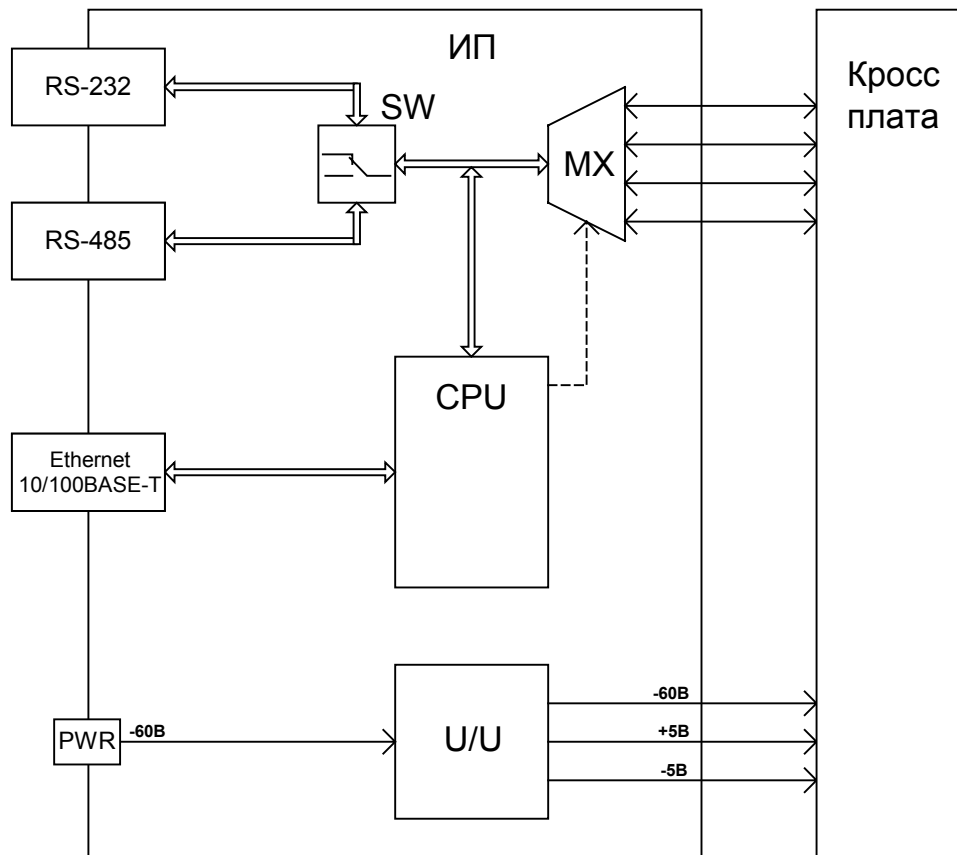

Рис. 2. Структурная схема платы ИП
4.6 Структурная схема платы ИП представлена на рис. 2.
4.8.1 Функциональный узел “U/U” (см. рис. 2) работает самостоятельно, без вмешательства микроконтроллера “CPU”. Узел вырабатывает сигнал аварии, в случае выхода из строя преобразователя напряжения. В этом случае узел программного управления (микроконтроллер) “CPU” также не функционирует.